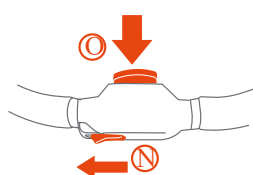

Fig. 12b
- Para plegar el carrito deslice el gatillo manual hacia la izquierda (1) y apriete el gatillo mientras empuja el manubrio hacia delante (2) (Fig. 12b).